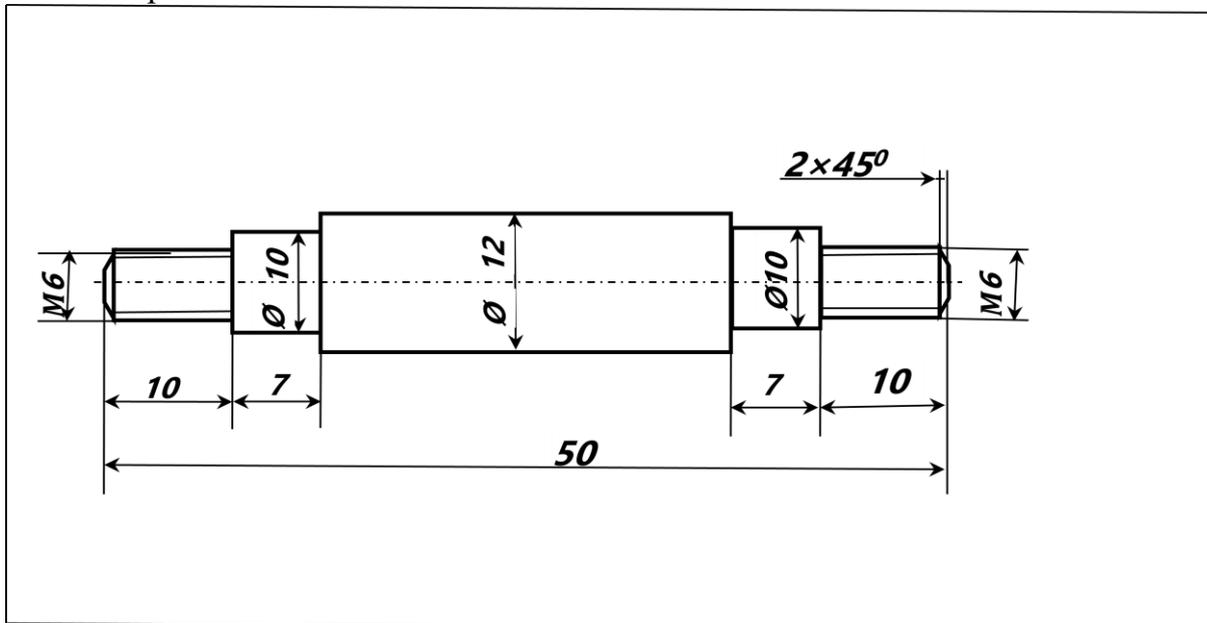

Рис. 1. Чертеж шпильки
1. По чертежу выточить шпильку с резьбой (рис.1). Шпилька предназначена для соединения между собой деталей, имеющих гладкие или резьбовые отверстия.
3. Предельные отклонения всех размеров (длины, резьбы)  $\pm 0,5$  мм, по диаметру  $\pm 0,1$ мм (рис. 1).